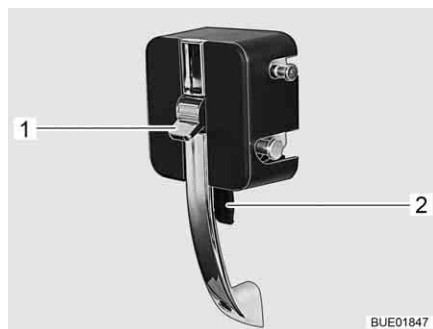

Fig. 27 Serratura della porta di ingresso, lato interno
*Apertura:* ■ Premere la leva (Fig. 27,2).
*Bloccaggio:* ■ Premere il cursore (Fig. 27,1) verso l'alto. È visibile una tacca rossa.